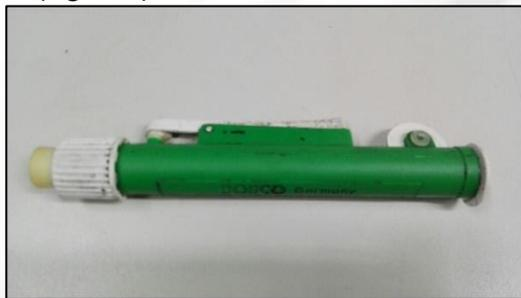

Figura 7. Bomba de succión manual (Fuente: Propia)
- Bomba de succión manual. (Figura 7)